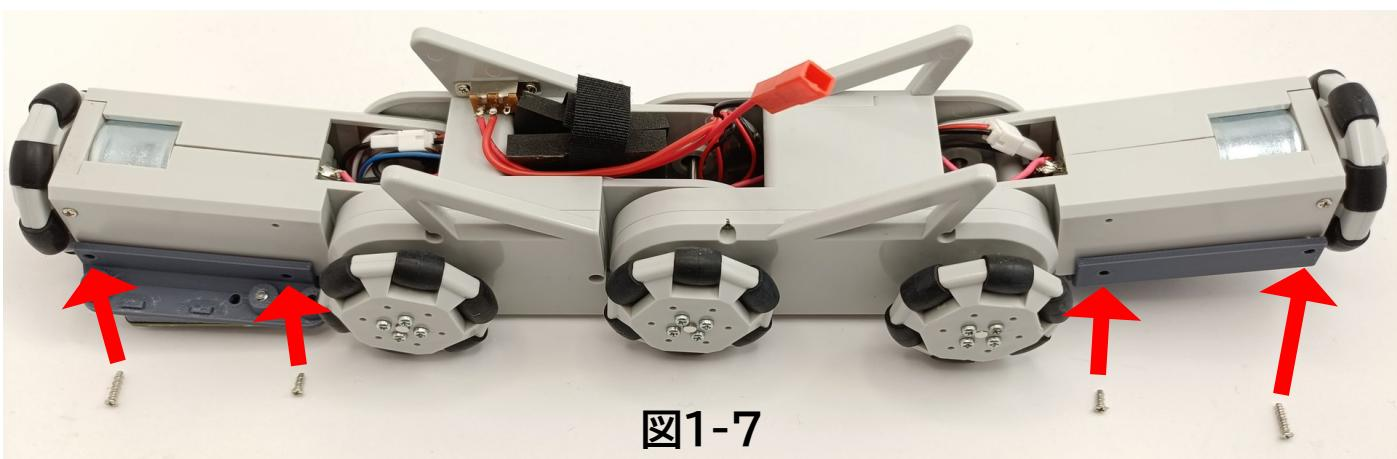

図1-7
7. mogura:bitと磁気センサーを図1-7のようにメカモグラ付属のタッピングビス(赤矢印)で取り付けます。